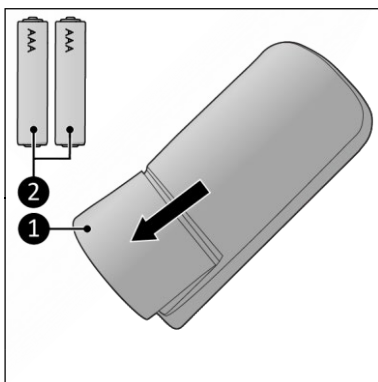

Figura 16
1. Rimuovere il coperchio delle batterie (Figura 16, pos. 1).
2. Inserire due batterie AAA 1.5 V (Figura 16, pos. 2) nel vano batterie. Assicurarsi di inserirle correttamente.